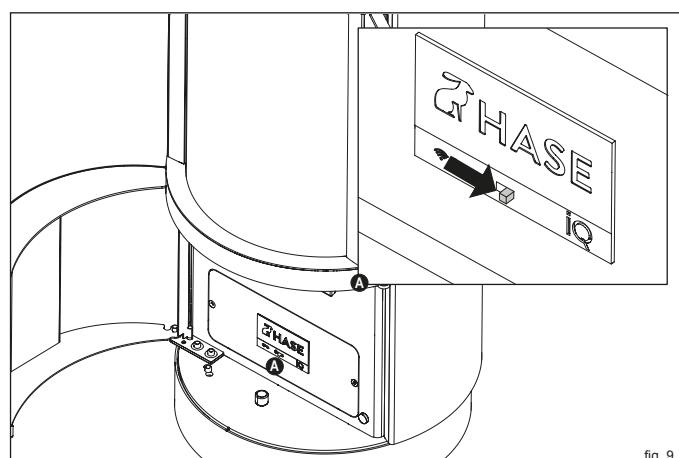

fig. 9
- ▶ Posizionare l'interruttore presente sul pannello di controllo su "ON" (fig. 9). Quando la spia operativa lampeggià di blu, il regolatore è pronto per l'uso.